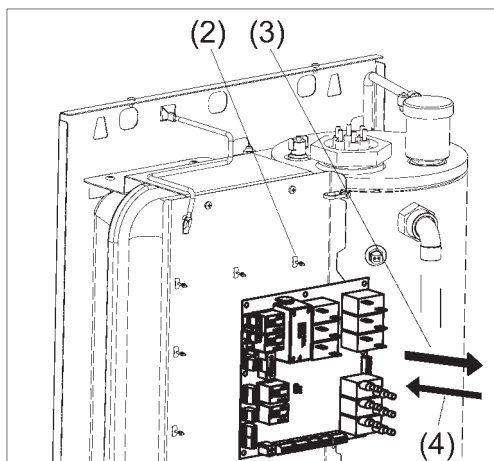

Рисунок 16. Замена платы контроллера
- (1) Отсоедините все провода от платы контроллера (см. рис. 16).
- (2) Отсоедините плату контроллера от панели